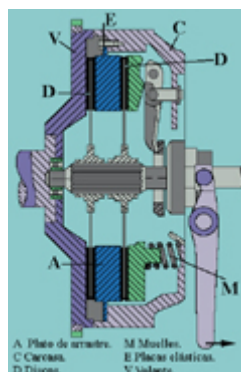

Fig. 16
- Embrague de fricción de dos discos (fig. 16)